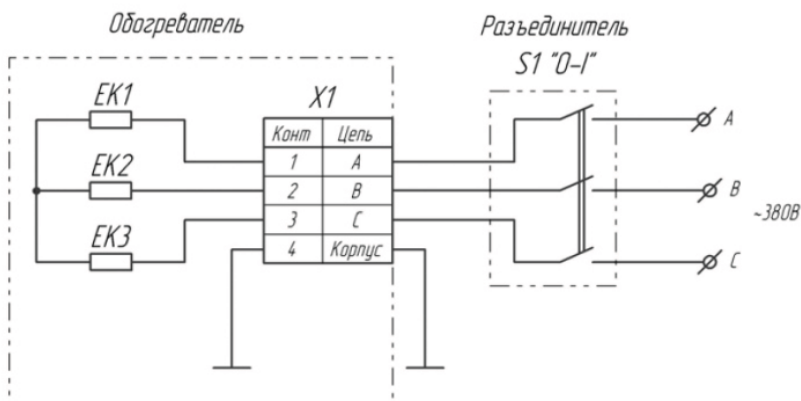

Рис. 3. Схема подключения обогревателя
5.3 Схема подключения обогревателей приведена на рис.3 Приложения.
- подсоединить провода к клеммной колодке обогревателя согласно рис.3